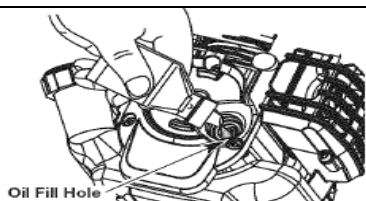

Рис. 6
ПРИМЕЧАНИЕ: устройство поставляется с не заправленным картером двигателя; во избежание повреждения оборудования перед запуском двигателя необходимо залить в картер двигателя входящее в комплект поставки масло (SAE 30 класса SF, SG, SH в контейнере емкостью 3,04 унции (90 мл) (Рис. 6)).
1. Отверните крышку емкости с маслом и снимите бумажную уплотнительную прокладку с отверстия. Установите крышку на место. Отрежьте верхушку носика емкости (Рис. 6).